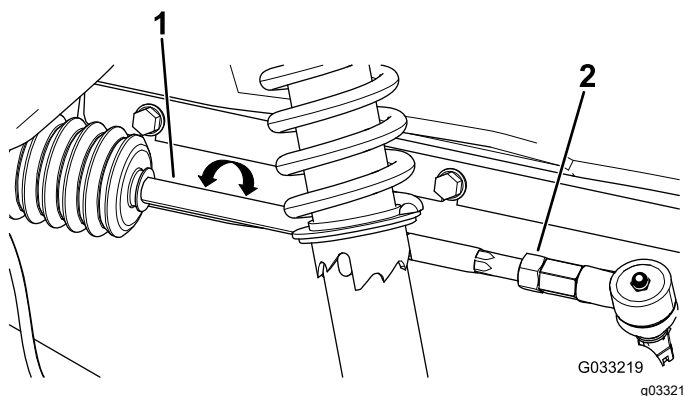

Figure 53
2. Si les mesures ne sont pas comprises entre 0 et +/-3 mm, desserrez les écrous de blocage aux deux extrémités extérieures des biellettes (Figure 53).